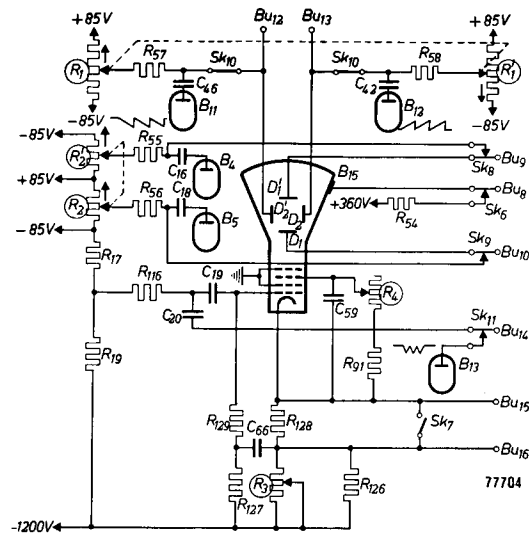

Fig. 11
6. Elektronenstraalbuis (fig. 11)